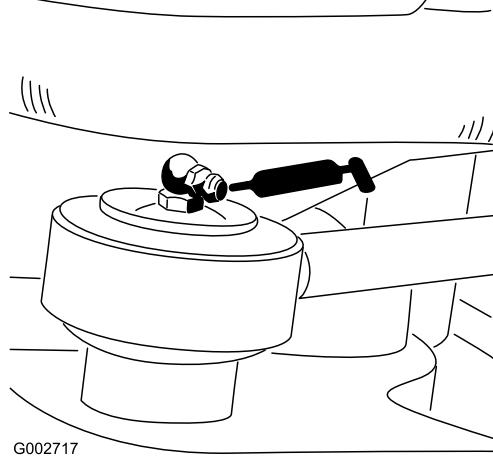

Figura 23
- 1 cojinete en la rótula del cilindro de la dirección – Modelo 08705 solamente (Figura 23).